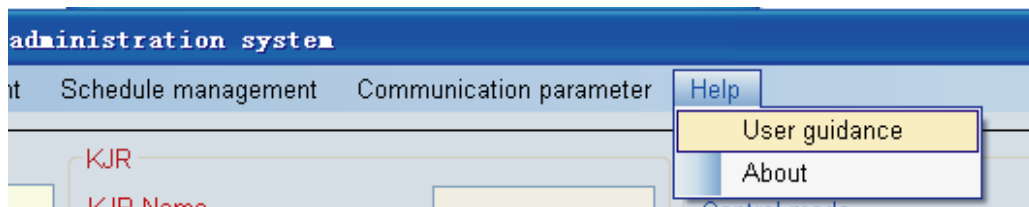

Рис. 4-55
5) Раздел “Help” («Помощь») включает : “User guidance” («Руководство пользователя») и “About”(«Справка») (См. Рис. 4-55):